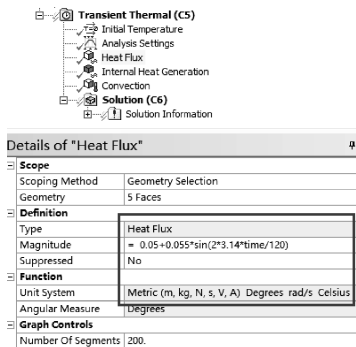

图 3-19 热通量函数
(4) 输入热通量函数：单击【Transient Thermal (C5)】→【Heat Flux】→【Details of “Heat Flux”】→【Definition】→【Magnitude】→【Function】= $0.05 + 0.055 * \sin(2 * 3.14 * \text{time}/120)$ ，如图 3-19 所示。